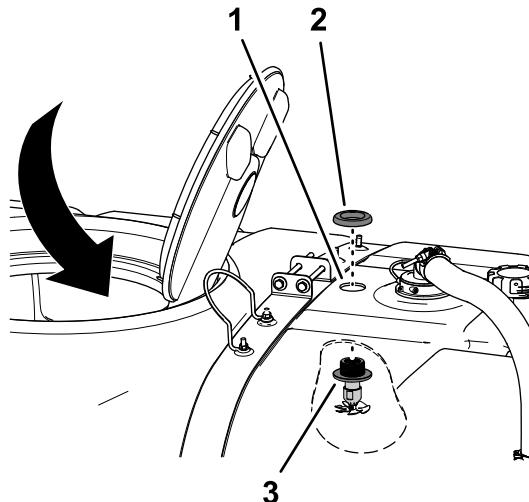

Bild 21
- Arbeiten Sie durch die 41 cm große Öffnung im Innern des Behälters und fluchten Sie die Düsen nach oben durch as 4,5 cm große Loch aus, das Sie in Bohren des Sprühbehälters \(Seite 9\) gebohrt haben, wie in Bild 21 abgebildet.
- Legen Sie die Bundmutter aus Kunststoff auf das Gewinde des Schottanschlussstücks oben am Behälter und ziehen Sie die Bundmutter mit der Hand an (Bild 21).